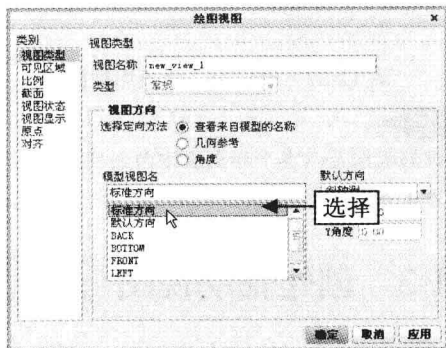

图 12-19 选择“标准方向”选项
Step 06 弹出“绘图视图”对话框，在“模型视图名”选项区中选择“标准方向”选项，如图 12-19 所示。